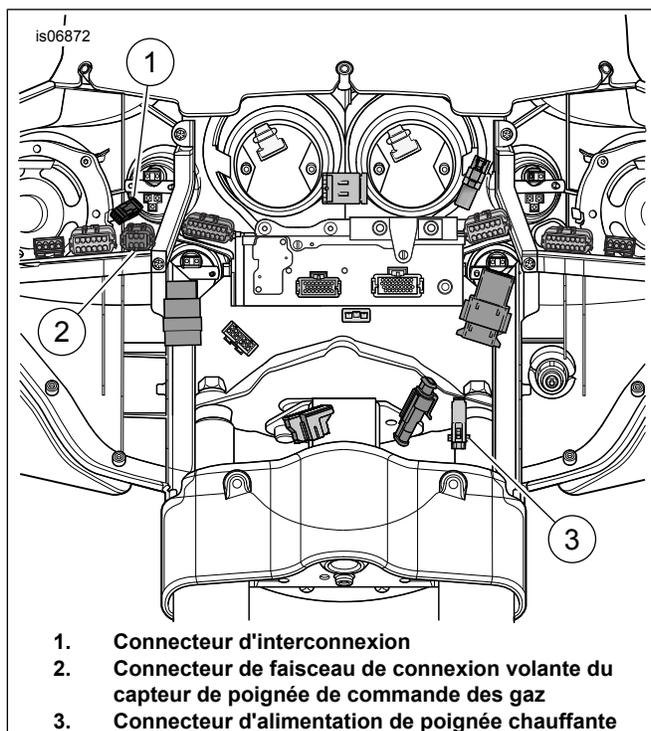

Figure 5. Câblage du carénage (modèles FLH)
*Voir Figure 5 . Le connecteur d'alimentation de la poignée (3) possède un bouchon qui doit être déposé avant la connexion au câblage du véhicule.*
2. Voir Figure 5 . Brancher le côté connecteur d'alimentation de la poignée de gauche sur le connecteur d'alimentation de la poignée (3).
3. Brancher (1) sur le connecteur de poignée de gauche.
- c. Brancher le connecteur de faisceau principal du TGS du faisceau de connexion volante sur le connecteur (2).